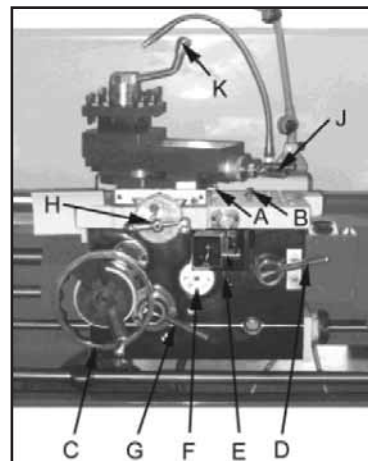

Fig. 13
6. **Tvärsidlås:** (A, fig. 13) Spaken sitter på tvärslidens vänstra sida. Vrid medurs för att låsa och moturs för att låsa upp.
7. **Slädlås:** (B, Fig. 13) Spärren sitter upptill till höger på släden. Vrid medurs för att låsa. Vrid moturs för att låsa upp. (Observera: Slädlåset måste vara öppet när släden flyttas, annars kan svarven gå sönder.)
8. **Ratt för längdrörelse:** (C, fig. 13) Sitter på förklädet. Vrid ratten medurs för att flytta förklädet mot dubbdockan (åt höger). Vrid ratten moturs för att flytta förklädet mot spindeldockan (åt vänster).
9. **Längd-/tvärmatningsspak:** (E, fig. 13) Kan ställas i tre lägen: övre, mitre och nedre läget. Tryck spaken uppåt för tvärmatningen. Tryck spaken nedåt för längdmatningen. När spaken står i mittläget, kan skruven säkras med halvmuttern.
10. **Halvmuttersspak:** (D, fig. 13) sitter fram på förklädet. Används vid gängskärning.
11. **Matarkuggsspak:** (G, fig. 13) Sitter fram på förklädet. Dra spaken uppåt för att kugga in. Dra spaken nedåt för att kugga ur.
12. **Justerbar matarspåk:** (F, Fig. 13) Om maskinen är överlastad kan den slira. Då måste skärhastigheten minskas. Observera: Denna inställning har kalibrerats på fabrik och ska inte behöva ändras. Om inställningen trots detta behöver justeras, följ schemat på förklädets framsida.
13. **Ratt för tvärrörelse:** (H, fig. 13) Sitter ovanför förklädet. Om den vrids medurs flyttas tvärsleden bakåt på maskinen.
14. **Längdreglage för support:** (J, fig. 13) Sitter bak på supporten. Vrid medurs eller moturs för att flytta eller fixera reglaget.
15. **Stålhallarlås:** (K, fig. 13) Sitter upptill på stålhallaren. Vrid moturs för att öppna låset och medurs för att låsa det.